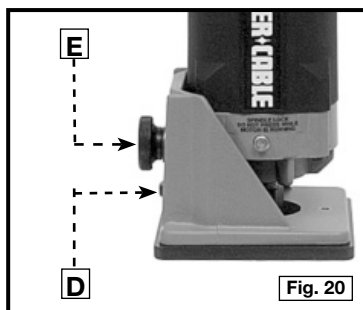

Fig. 20
1. Desserrer la vis de blocage (E) de l'embase (Fig. 20) d'environ un quart de tour.
2. Faire tourner la molette de réglage de profondeur (F) Fig. 20, en sens anti-horaire (molette vue du dessus) pour abaisser le fer jusqu'à ce qu'il soit à ras de la plaque de guidage.
3. Serrer fermement la vis de blocage (E).